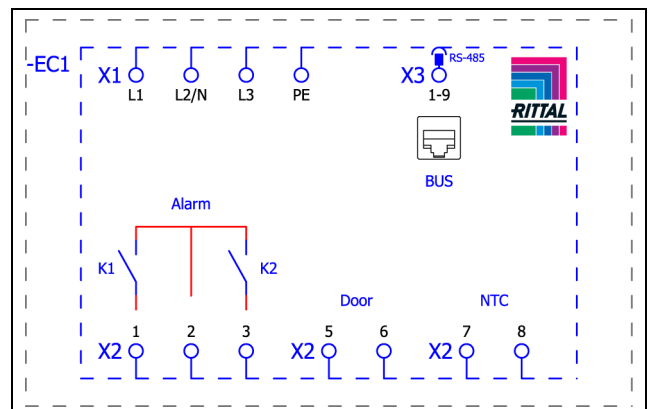
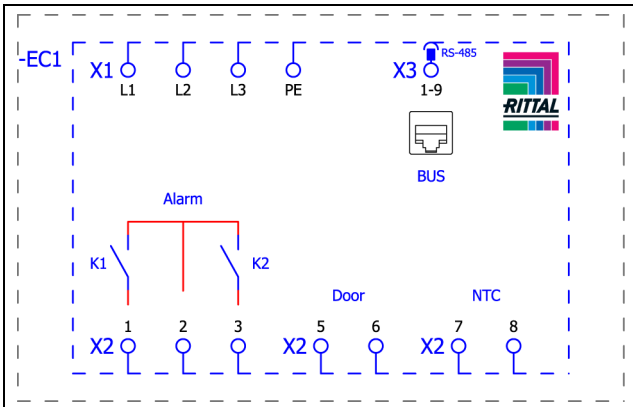

Fig. 16: Esquema de conexões SK 3186x30, SK 3187x30 e SK 3185x30
Fig. 17: Esquema de conexões SK 3188x40 e SK 3189x40
■ Retire o conector de alimentação de tensão do pacote de acessórios e faça a ligação com a rede elétrica seguindo o esquema de conexões (fig. 16 ou fig. 17).